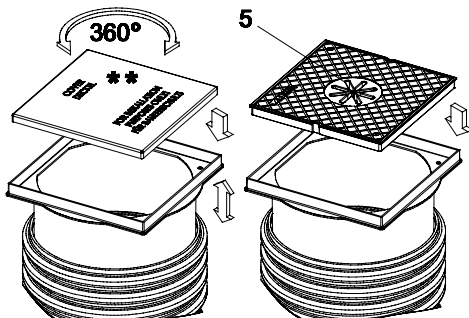

Fig. 5
- Mounting of the upper fitting, see Fig. 5
- Montage des Aufsatzstückes, Siehe Fig. 5
- Montage des accessoires du dessus, voir Fig. 5